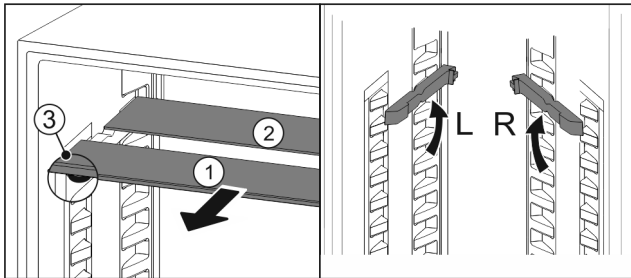

Fig. 70
- estrarre i ripiani di vetro singolarmente tirando in avanti Fig. 70 (1).
- ▷ Il piano in vetro Fig. 70 (1) con il motivo ornamentale è nella parte anteriore.
- ▷ I fermi Fig. 70 (3) sono rivolti verso il basso.